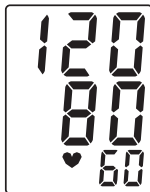

Рис.6
5. В конце измерения прозвучит звуковой сигнал, после чего прибор выпустит весь воздух из манжеты и на дисплее отобразится результат измерения (рис. 6).